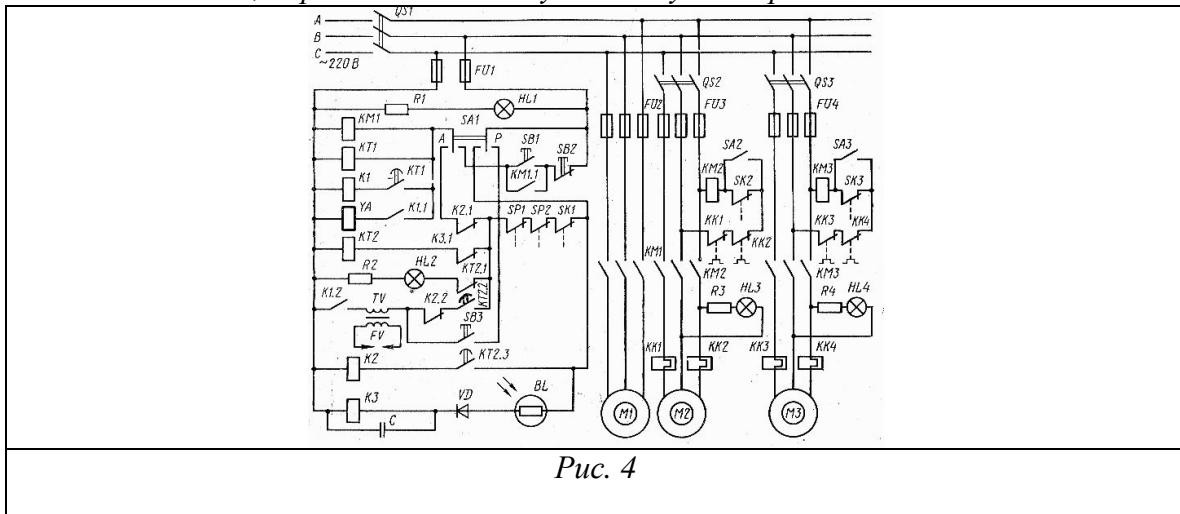

Рис. 4
6. Определить элементы схемы автоматики котла КОАВ-68 (рис. 4). Объяснить работу схемы, методы поиска неисправностей. Продемонстрировать работу включения котла, определить введенную в схему неисправность.